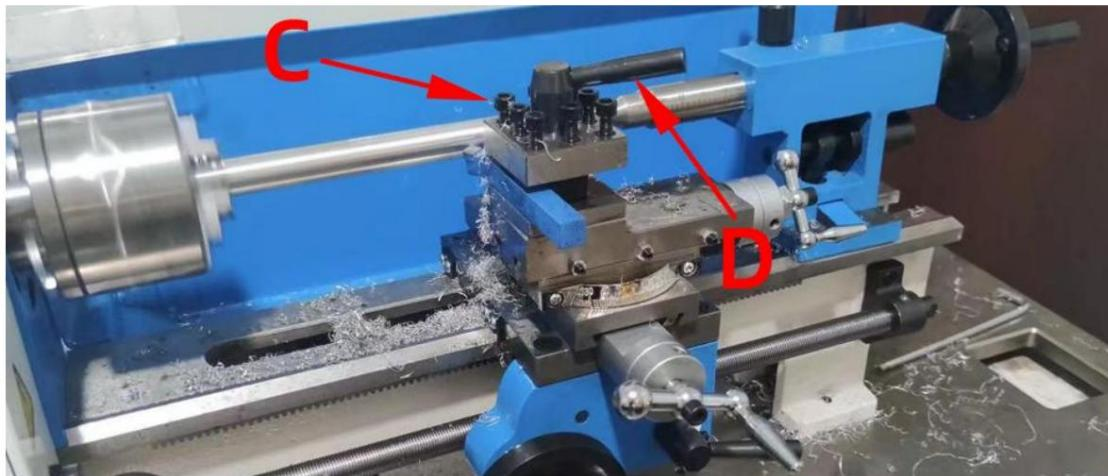

Fig.5 Justering av verktygsstöd
När du ska justera verktygsstolpens position behöver du bara lossa spaken som visas i (D) i Fig.5. När du är klar se till att dra åt om du ska byta ut arbetsfräsen måste du lossa skruvarna på (C) med den medföljande insexnyckeln.